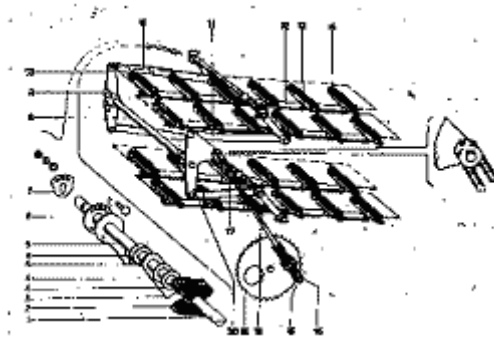

Рис. 7. Устройство щеточной очистки:
4.3. Устройство щеточной очистки. Машина ОВС-25 снабжена устройством щеточной очистки (рис. 7). Для очистки одного ряда решет предназначены шесть щеток 14. Они прикреплены к трубе 12 через скобы 13 шплинтами.